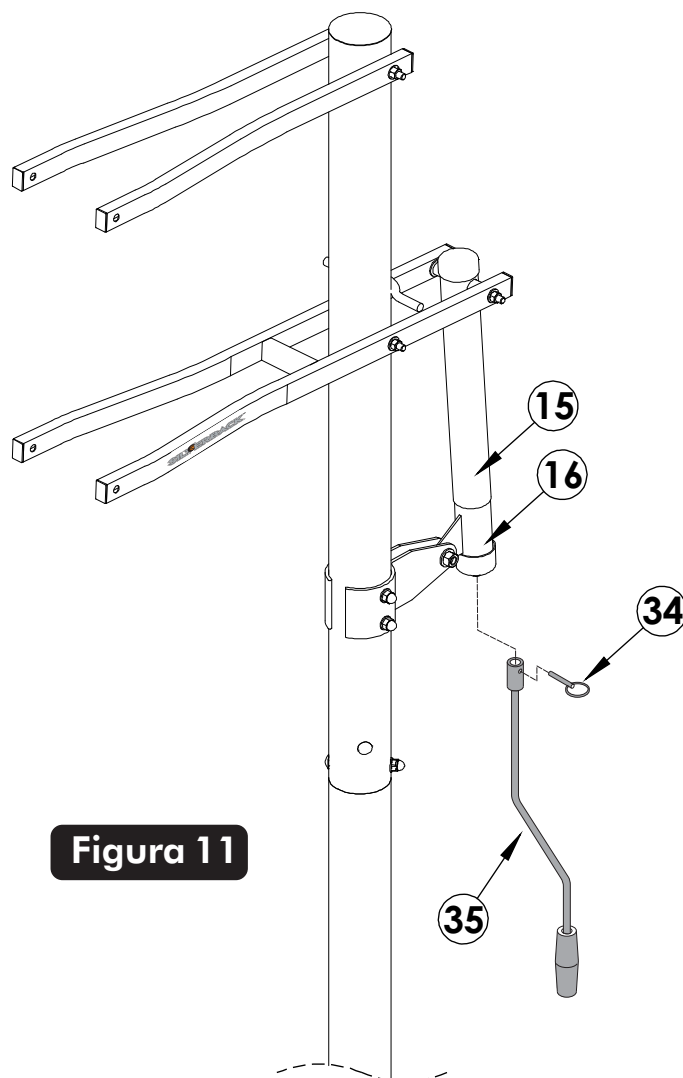

Figura 11
22. Introduzca la manija (#35) dentro de la parte de abajo del actuador (#16). Alinee los orificios del actuador y la manija e inserte el pasador de seguridad (#34) para detenerlo. Vea la **Figura 11**.